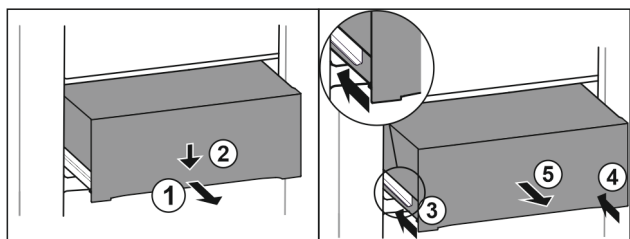

Fig. 80
- ▶ Вытяните выдвижной ящик наполовину. Fig. 80 (1)